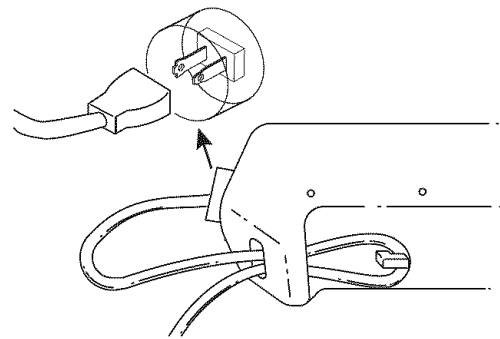

Fig. 4
2. Empuje el lazo a través de la abertura y muévalo hacia el gancho de la caja del motor (Fig. 4).